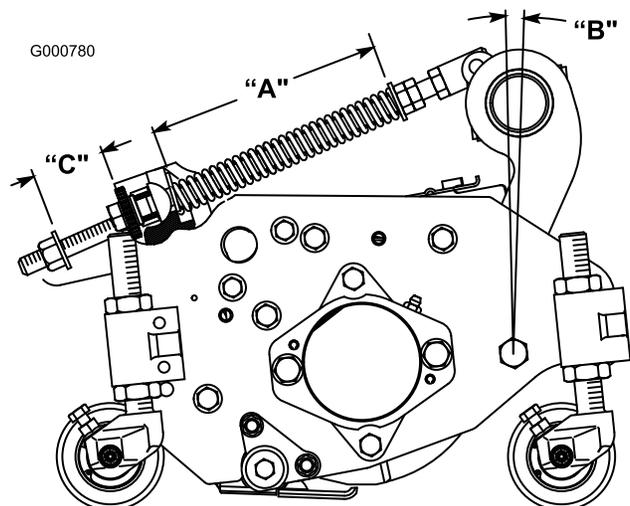

Figure 8
Le ressort de compensation (Figure 8) qui relie le bâti porteur au plateau de coupe, contrôle la rotation avant/arrière disponible ainsi que la garde au sol lors pour le déplacement d'un point à un autre et les demi-tours.
1. Serrez le contre-écrou à l'arrière de la tige de ressort jusqu'à obtenir un écartement (C) de 25 mm entre l'arrière du support du ressort et l'avant de la rondelle (Figure 8).
2. Serrez les écrous hex. sur l'extrémité avant de la tige de ressort jusqu'à ce que la longueur du ressort comprimé (A) soit égale à 20,3 cm (Figure 8).
**Remarque:** Lorsque vous tondez des pelouses irrégulières ou ondulées, augmentez la longueur du ressort comprimé (A) à 21,6 cm et l'écartement (C) entre le support de ressort et l'avant de la rondelle à 3,8 cm (Figure 8).
**Remarque:** Quand la longueur du ressort comprimé (A) **diminue**, le transfert de poids du rouleau avant au rouleau arrière **augmente** et l'angle de rotation (B) du bâti porteur/plateau de coupe **diminue**.
**Remarque:** Quand l'écartement (C) entre le support de ressort et la rondelle **augmente**, la garde au sol du plateau de coupe **diminue** et l'angle de rotation (B) du bâti porteur/plateau de coupe **augmente**.